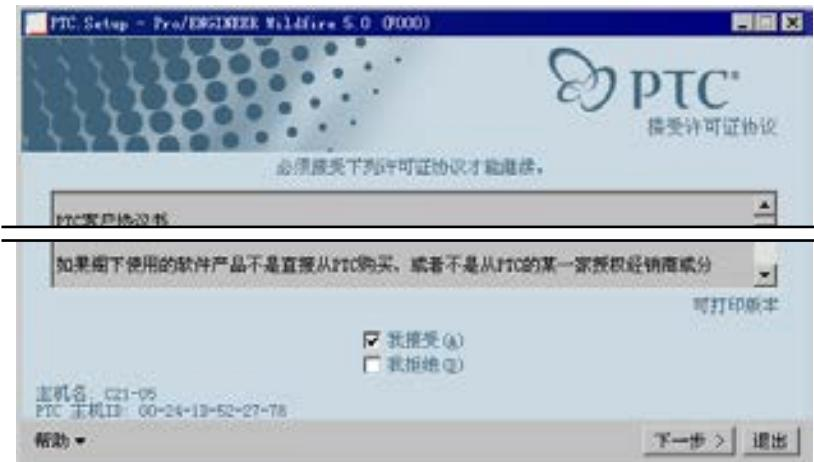

图 2.5.3 接受许可证协议
Step4. 系统弹出图 2.5.3 所示的对话框，在该对话框中进行下列操作。
- (1) 选中 **我接受 (A)** 复选框。
- (2) 单击 **下一步 >** 按钮。